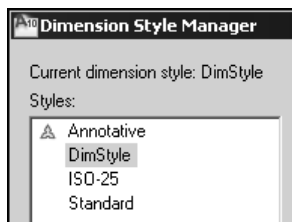

Рис. 13.4. Список размерных стилей, имеющихся в рисунке
7. Щелкните мышью на кнопке **OK** и выйдите в диалоговое окно **Dimension Style Manager** (Диспетчер размерных стилей). Теперь в списке **Style** (Стили) появится имя нового стиля *DimStyle* (рис. 13.4).